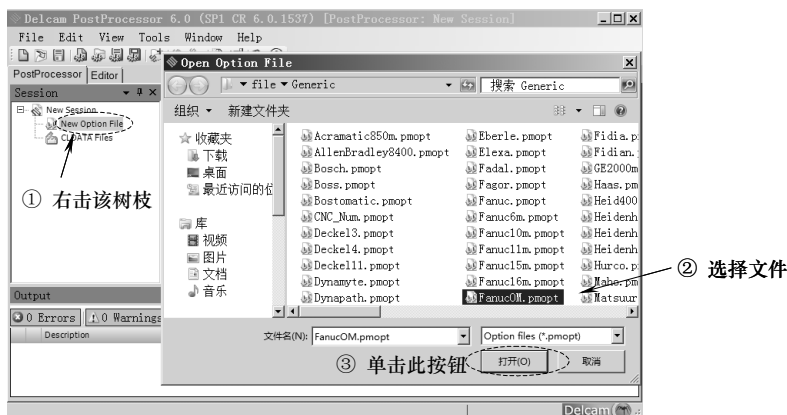

图 9-18 选择机床选项文件
1) 输入机床选项文件: 在 PostProcessor 软件中, 在后处理管理器中的“New Session”树枝下, 右击“New Option File”树枝, 在弹出的快捷菜单条中单击“Open...”, 打开“Open Option File”表格, 选择打开 C:\Program Files (x86)\Delcam\PostProcessor60\file\Generic\FanucOM.pmopt 文件, 如图 9-18 所示。